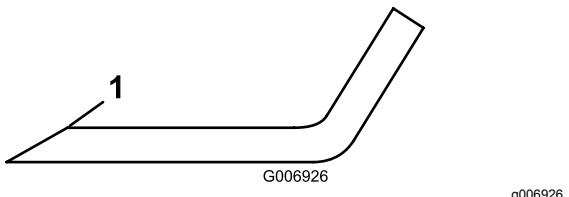

Figure 68
5. Examinez les tranchants de toutes les lames. aiguissez-les s'ils sont émoussés ou ébréchés. N'aiguisez que le haut du tranchant et conservez l'angle de coupe d'origine pour obtenir une coupe nette (Figure 68).
6. Si elles sont émoussées ou ébréchées, n'affûtez que le haut du tranchant et conservez l'angle de coupe d'origine (Figure 68).